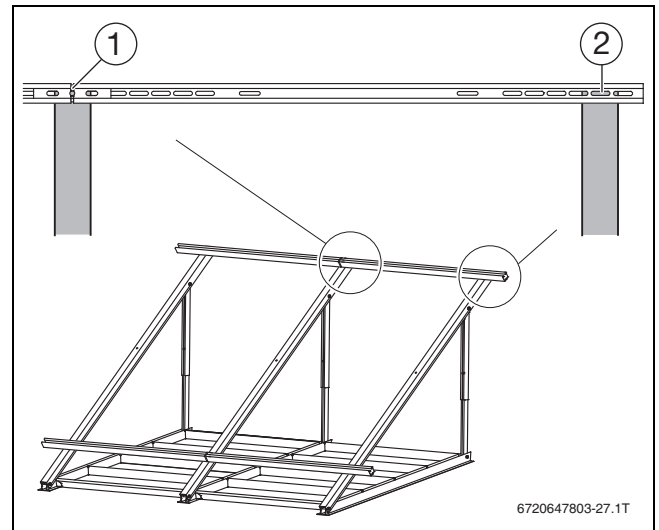

Bild 45 Profilschienen positionieren
- Profilschienen an Kollektorstützen positionieren, dabei beginnen, wie in → Bild 45 sowie Tabelle 17, 18 und 19 gezeigt.
waagrecht	2. Langloch von rechts (→ Bild 45 [2])
waagrecht	mittiges Loch des Steckverbinders (→ Bild 45 [1])